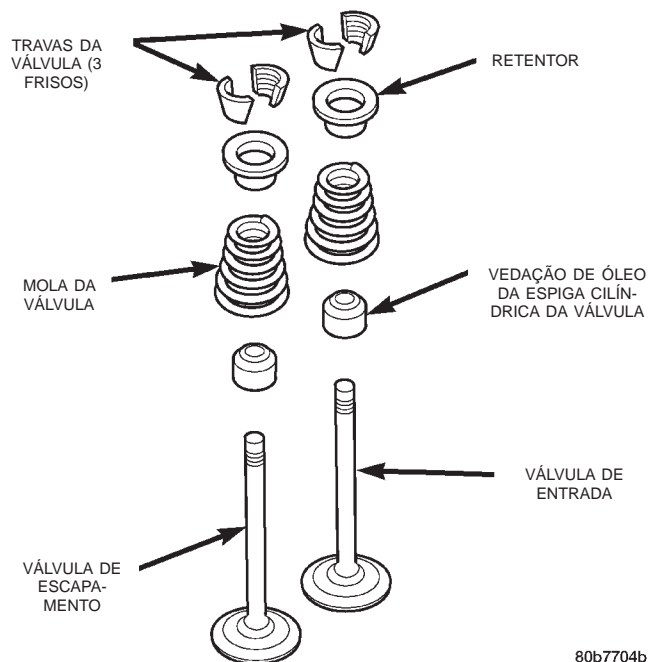

Fig. 33 A Válvula e Seus Componentes
(8) Bata o retentor ou a ponta com um martelo de couro cru para soltar a trava do retentor. Use a Ferramenta do Compressor da Mola da Válvula MD-998772A para comprimir a mola e remover as travas (Fig. 33).
(9) Remova a mola da válvula e o retentor (Fig. 33).
(10) Remova as vedações de óleo da espiga cilíndrica da válvula (Fig. 33). Note que as vedações da válvula são diferentes para as válvulas de admissão e do escapamento. A parte superior de cada vedação é marcada com INT (Admissão/de cor preta) ou EXH (Escapamento/de cor marrom). NÃO misture as vedações.